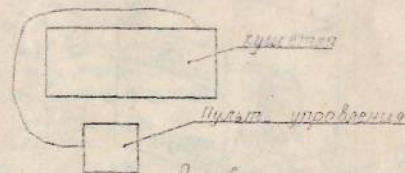

Рис. 6
8. Вставить кабель управления в гнезда кушетки и пульта управления, установить пульт управления на кушетку согласно рис.6.